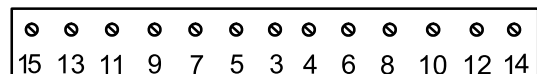

Bild 24
6. Halten Sie sich an die in Bild 24 abgebildete Reihenfolge und ziehen Sie die Schrauben auf 25,4 N·m an.